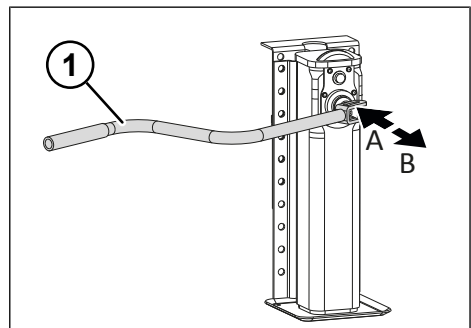

Abb. 5-3: Lastgang und Schnellgang der Heckstütze
- ▶ Schnellgang durch Herausziehen der Handkurbel einschalten (*siehe "Abb. 5-3: Lastgang und Schnellgang der Heckstütze", S. 26*).
- ▶ Lastgang durch Hineindrücken der Handkurbel einschalten (*siehe "Abb. 5-3: Lastgang und Schnellgang der Heckstütze", S. 26*).
- ▶ Lastgang durch Hineindrücken der Handkurbel einstellen (*siehe "Abb. 5-3: Lastgang und Schnellgang der Heckstütze", S. 26*).
- ▶ Schnellgang durch Herausziehen der Handkurbel einstellen (*siehe "Abb. 5-3: Lastgang und Schnellgang der Heckstütze", S. 26*).